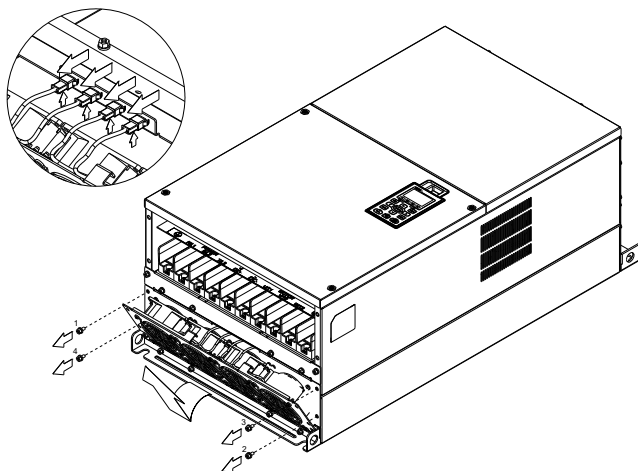

图 1
1. 将螺丝卸下并移除电源接头（如放大图）后，即可取出风扇。（如图 1 所示）螺丝扭力值：24~26 kg-cm / [20.8~22.6 lb-in.] / [2.4~2.5 Nm]